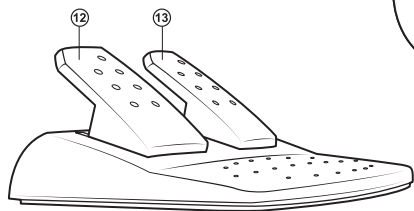

Рис. 3. Блок педалей
• Подключите к устройству блок педалей (рис. 3) с помощью встроенного в блок кабеля к разъему RJ-11 (19), а потом подключите манипулятор кабелем USB (19) к свободному порту USB компьютера.